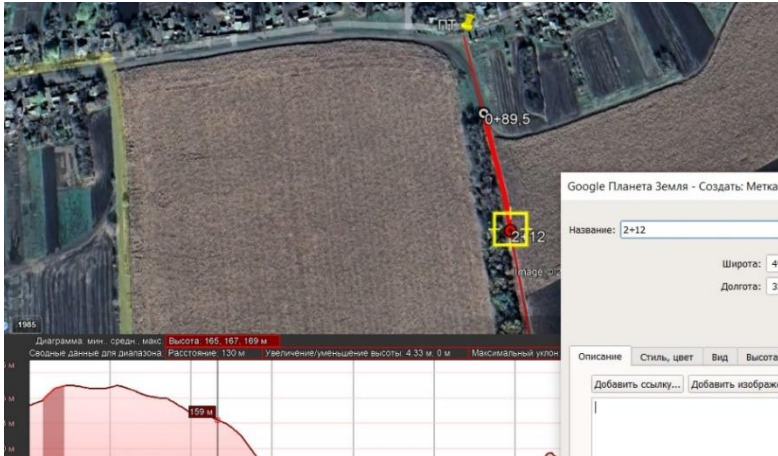

Рисунок 5 – Розбивка траси на точки перелому
– проставляємо на них мітки, рис. 5.